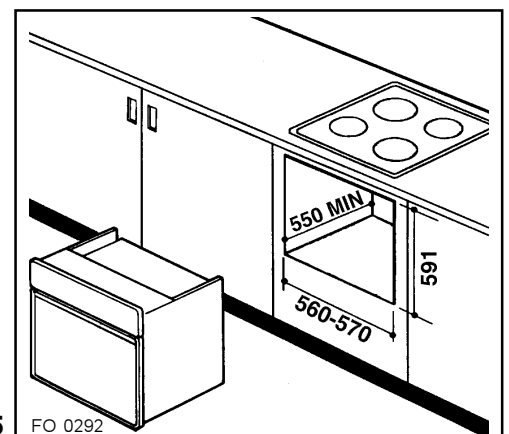

Fig. 15
- **Sous-encastrement (Fig. 15)**